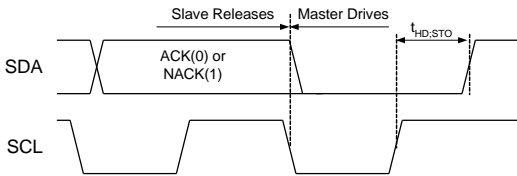
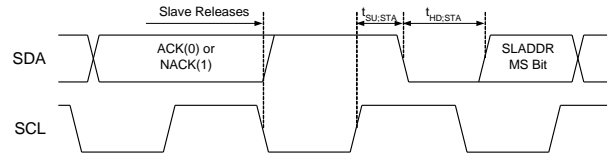

图 29. 停止位
图 30. 重复启动时序
一次传输结束于一个“STOP”条件，该条件定义为高电平时 SDA 从 0 到 1 转换，如图 29 所示。
在读取 FAN5421 (图 32) 的过程中，在发送寄存器地址之后及再次发送从地址之前，主驱动发出一个“REPEATED START”信号。“REPEATED START”信号指 SCL 为高电平时 SCL 从 1 到 0 的转换，如图 30 所示。
除高速 (HS) 模式的总线速度为 3.4 MHz 以外，高速 (HS)、低速 (LS) 和快速 (FS) 模式的协议均完全相同。当总线主机按照启动情况发送 HS 主机代码 00001XXX 时，进入 HS 模式。主机代码在快速或增强快速模式下发送 (小于 1 MHz 时钟)；从机无法对此传输进行“确认”。然后主机产生重复启动情况，导致总线上的所有从机切换至 HS 模式。(图 30) 然后，主机将使用 HS 模式时钟速率和时序发送 I²C 数据包 (如上所述)。
总线将保持处于 HS 模式的状态，直至主机发送停止位 (图 29)。在处于 HS 模式时，数据包会被重复启动情况分离。(图 30)
R	Repeated START (参见图 30)
P	STOP (参见图 29)